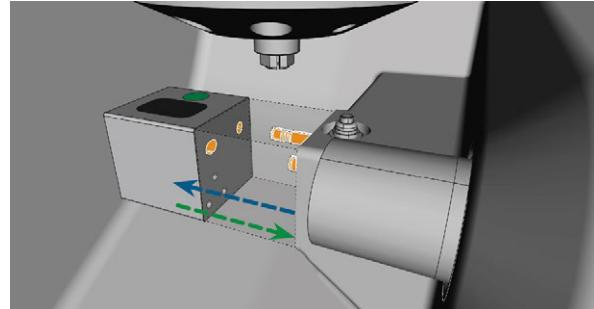

ABB. 46 WERKZEUGMAGAZIN WECHSELN (WERKZEUGMAGAZINHALTER UND ZUGEHÖRIGE BOHRUNGEN IM WERKZEUGMAGAZIN ORANGE MARKIERT)
3. Wenn ein falsches Werkzeugmagazin montiert ist, entfernen Sie dieses Magazin indem sie es aus dem Werkzeugmagazinhalter ziehen (☞ Abb. 46 auf der vorherigen Seite, blauer Pfeil).
6. Stecken Sie das Werkzeugmagazin auf den Werkzeugmagazinhalter auf (Abb. 46 auf Seite 45, grüner Pfeil).